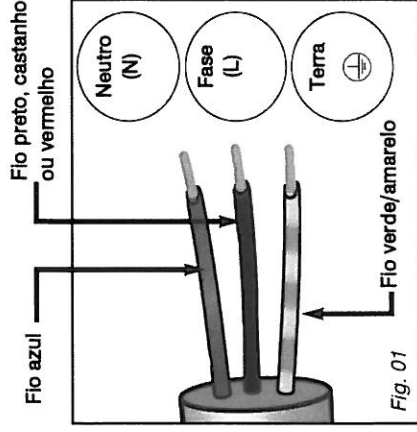

Fig. 01
- Ligue os fios na instalação, respeitando as cores dos mesmos (Fig. 01).